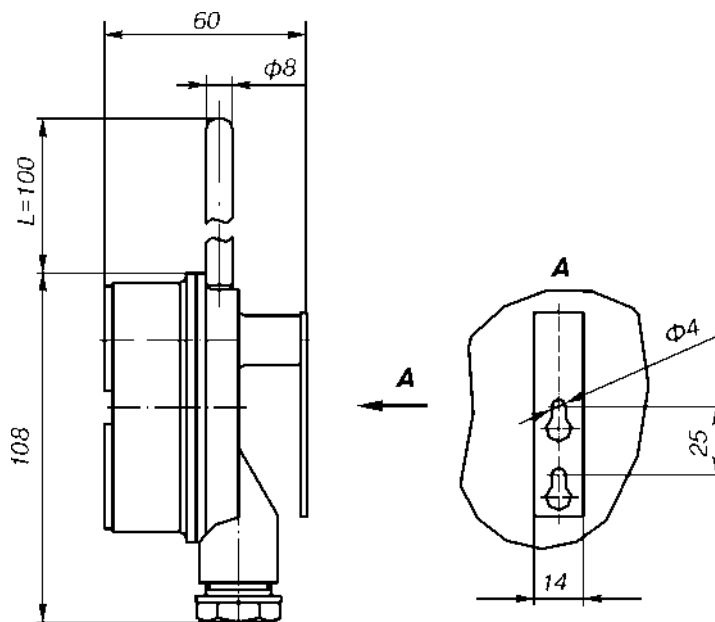

Рис.26.
Назначение: термопреобразователи сопротивления с унифицированным выходным сигналом **ТСПУ Метран-276 по рис.26** предназначены для измерения температуры воздуха в помещениях различного назначения.
Для всех исполнений, кроме рис.26:
Для исполнений по рис.26:
26¹⁾ по рис.26 (только для ТСПУ Метран-276)
27-Exia¹⁾ по рис.26 (только для ТСПУ Метран-276-Exia)
5. Длина монтажной части, L, мм (табл.4, 5, 6, 7, рис.26)/длина наружной части, l, мм (для ТХАУ Метран-271 рис.1-8, 10-19, 24).